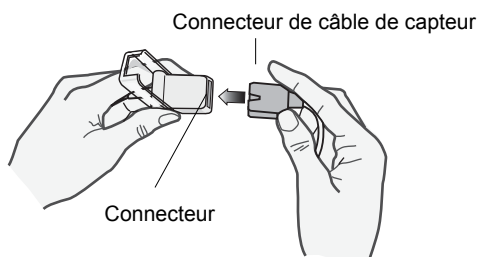

Figure 10-1 Connexion des connecteurs du capteur l'un à l'autre
- Pour un câble patient 2 pièces, soulever le cache en plastique transparent qui protège l'extrémité femelle du câble d'extension, puis brancher la prise mâle sur le connecteur du câble d'extension. S'assurer que la prise est complètement enfoncée dans le connecteur (voir Figure 10-1).